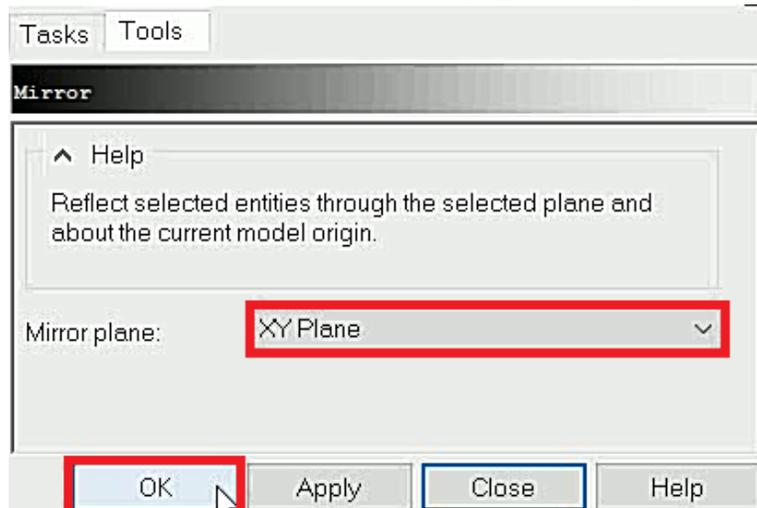

Figura 6.53 Espejo en plano XY.
- Seleccionar el plano XY y dar click en **Ok** (Figura 6.53).